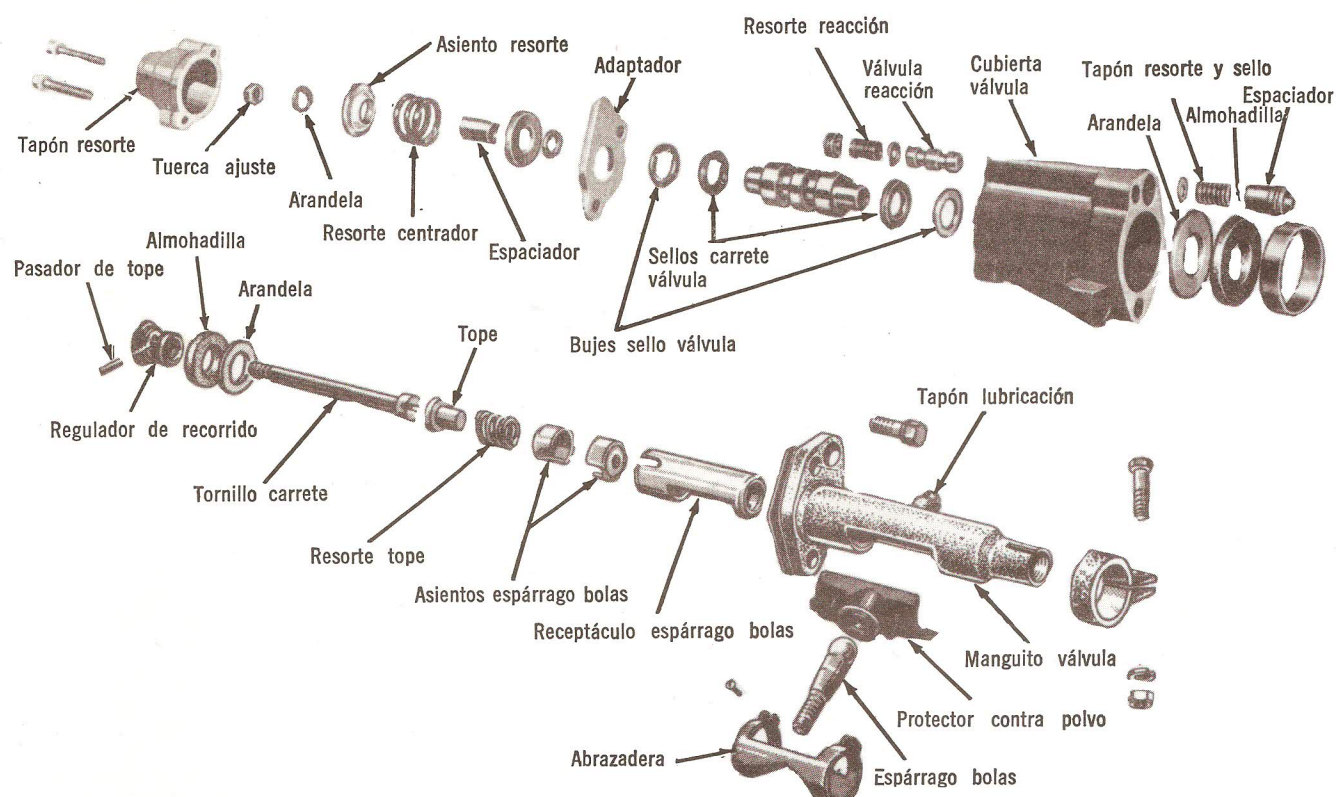

Fig. 16 — Componentes de Válvula de Control.
2. Quite, de la cubierta de la válvula, el tapón del resorte centrador (Fig. 16).